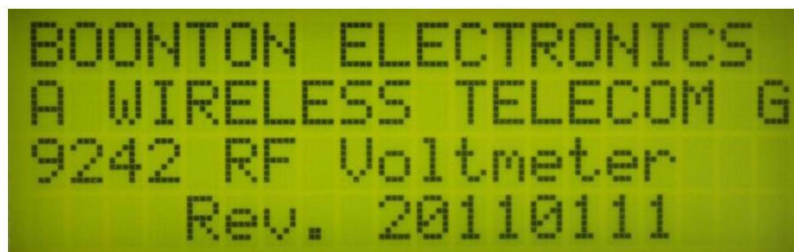

Рисунок 1
8.4.1 Включить вольтметр тумблером «Power». На экране вольтметра должно проявиться сообщение, рисунок 1.